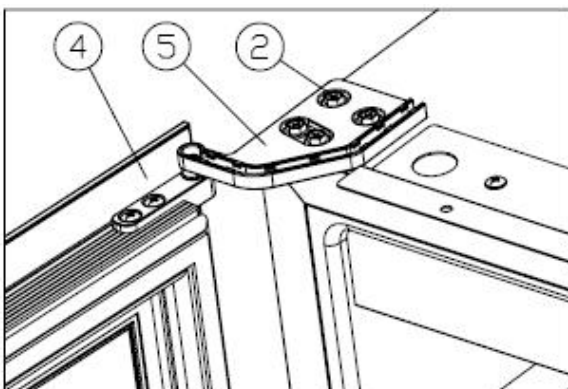

Abb. 6
- ✧ Die Tür ④ um 180 Grad wenden, das untere Scharnier montieren und die M5*16-Schrauben anziehen ② [Figure 6] Das Wechseln des Türanschlags ist erfolgt.